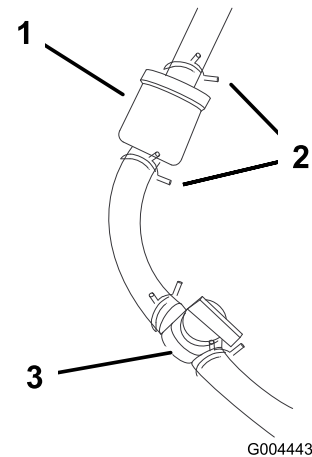

Figure 36
4. Fermez le robinet d'arrivée de carburant (Figure 36).
5. Pincez les extrémités des colliers et faites glisser ceux-ci pour les éloigner du filtre (Figure 36).
7. Posez un filtre neuf et rapprochez du filtre les colliers pour fixer le flexible d'alimentation (Figure 36).